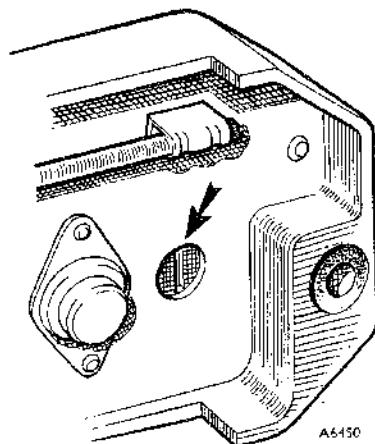

Fig. N.15
- (e) Girar gradualmente la ranura del dispositivo de ajuste, hasta que el voltímetro registre una lectura estable, dentro de los límites de voltaje correctos (ver Fig. N. 15). Solo se necesita un ligero movimiento del ajustador para obtener una apreciable diferencia en la lectura del voltímetro.